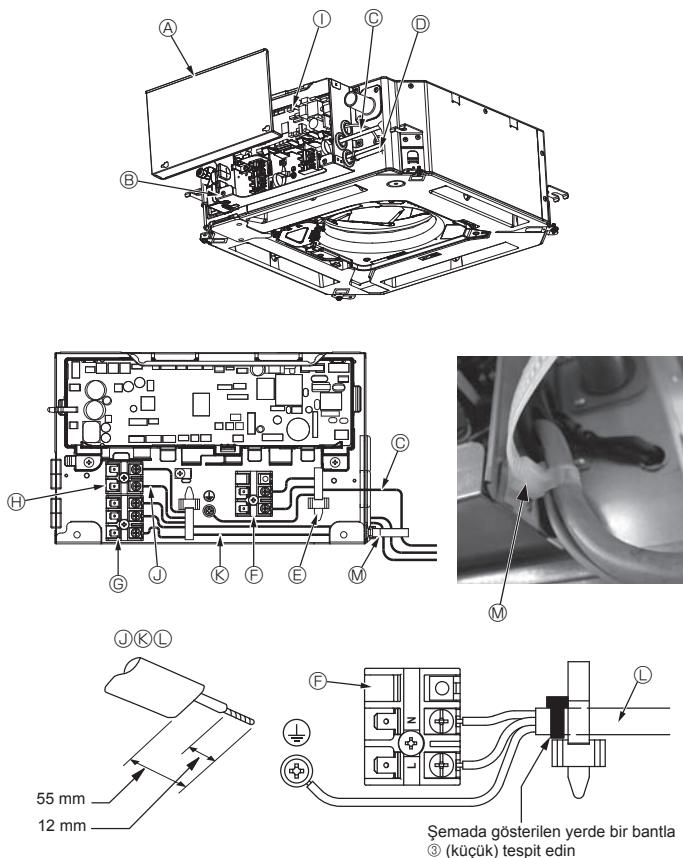
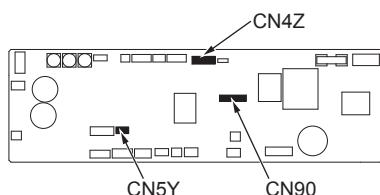
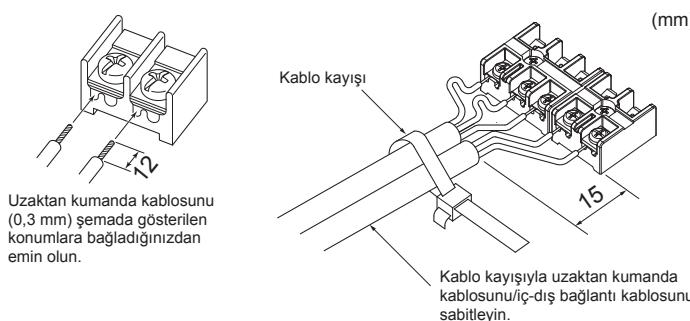

Fig. 5-1
Fig. 5-2
Fig. 5-3
5.1. İç ünite (Fig. 5-1, Fig. 5-2, Fig. 5-3)